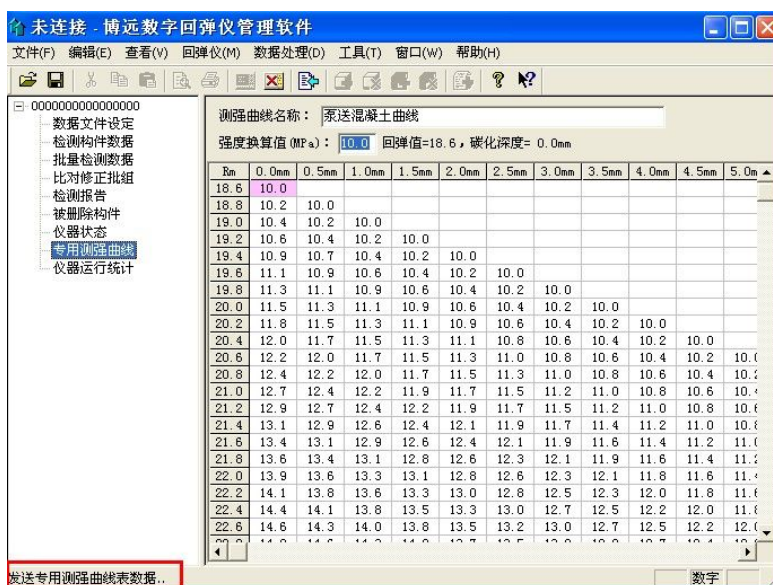

图 1-8
- iv. 点击确定后，管理软件左下角显示“发送专用测强曲线表数据...”字样（如图 1-8 所示），主机显示“指令：写专用曲线表，正在接收数据，请稍后”字样，表明正在发送曲线数据到主机。